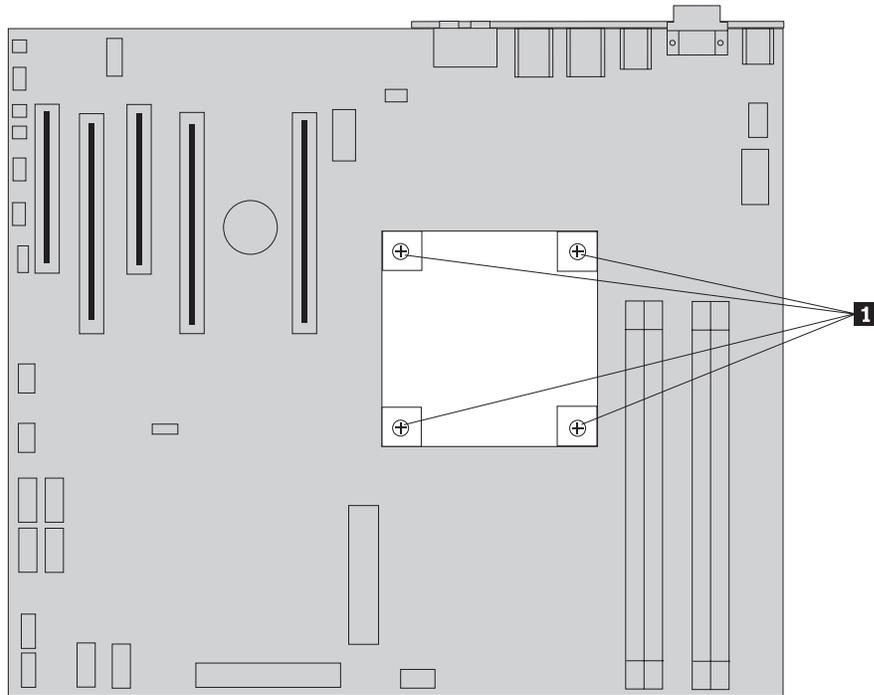

图 18. 卸下散热器
3. 通过卸下将散热器固定在主板上的 4 个螺丝 **1**，将散热器从主板上卸下。小心地将散热器从主板上抬起。请参阅图 18。